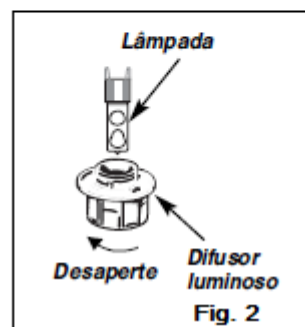

Fig. 2
- Prima as teclas + e - durante uns 12 segundos até ao aparecimento de “-CO-” no visor para entrar no modo regulação (fig. 2).
Posicione o seletor na posição pirólise  (fig. 2).
Prima as teclas + e – para regular a hora de fim desejada (fig. 2).
- Desaperte o difusor para a esquerda (fig. 2).